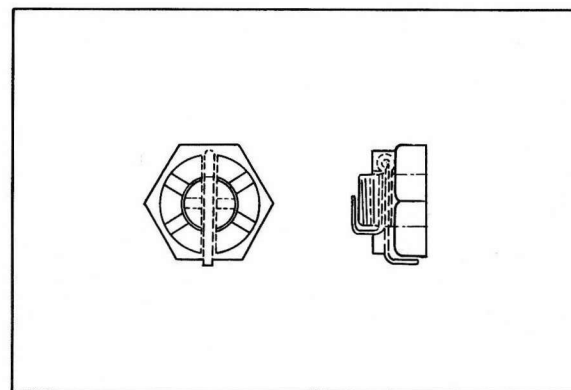

Fig. 3-3-14
- 5) Böj saxsprintes ändrar åt sidorna och runt axelmuttern. Klipp av överskott. (Se Fig. 3-3-14)
- 5) Drej splitpindens ender bort fra hinanden og rundt om akselmøtrikken. Klip det stykke af der er for langt. (Fig. 3-3-14)